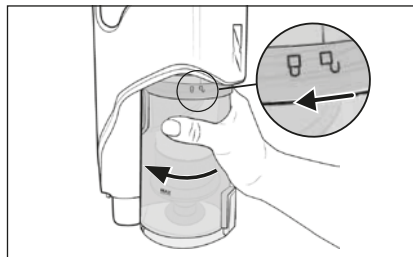

Fig. 17
- 2) Per rimuovere il contenitore della polvere **6** dall'apparecchio, ruotarlo in direzione del simbolo  (aprire), fino a quando non sarà possibile staccarlo dall'apparecchio (vedere fig. 17).